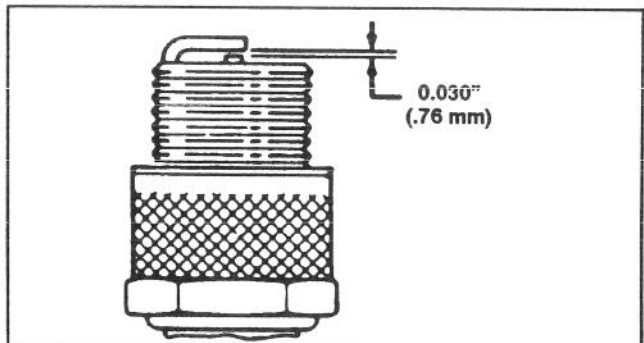

Abb. 18
3. Den Luftspalt auf 0,76 mm einstellen (Abb. 18). Die auf den korrekten Abstand eingestellte Zündkerze mit einer Dichtungsscheibe versehen und auf 20 N·m anziehen.